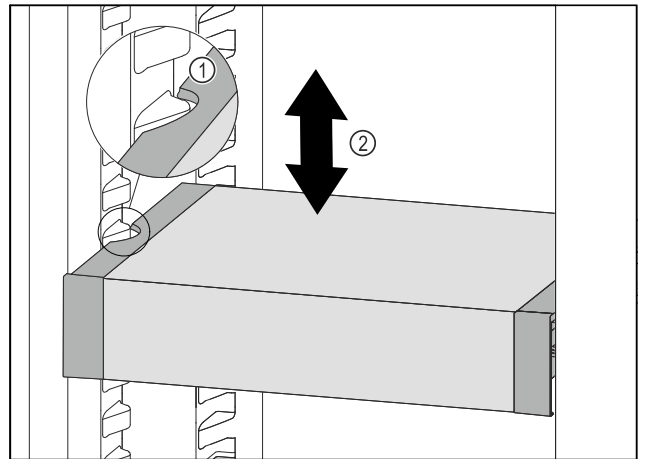

Fig. 204
- ▶ Тяните VarioSafe вперед, пока боковые выемки VarioSafe не окажутся на высоте выступа резервуара в холодильном отделении. Fig. 204 (1)
- ▶ Двигайте VarioSafe в холодильном отделении вверх или вниз, пока не будет достигнута требуемая высота. Fig. 204 (2)